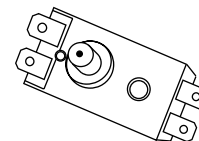

Рис. 9
6. Также воду можно слить через авторизованный предохранительный клапан (рис.9) (для этого открутите винт ручки слива комбинированного предохранительного клапана и переведите ручку слива в верхнее положение, при это кран выхода горячей воды должен быть открыт, а кран подачи холодной воды в водонагреватель должен быть перекрыт).